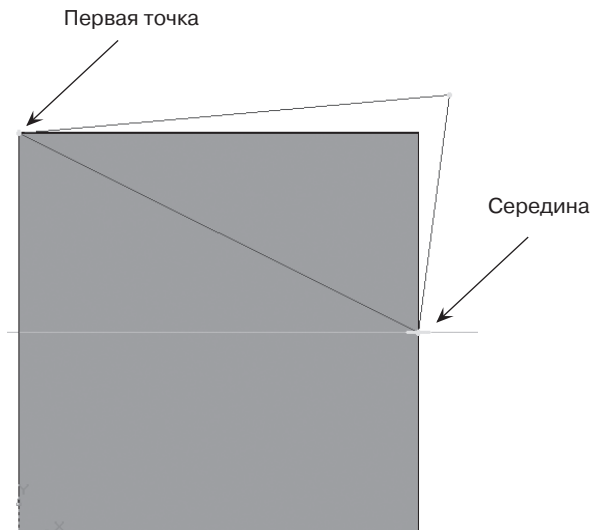

Рис. 400
- с помощью прямой, глобальной привязки Середина и непрерывного ввода объекта постройте эскиз (рис. 400). Непрерывным вводом объекта соедините первую точку и середину, достройте треугольник (построенный треугольник должен быть больше отсекаемой части). Второй треугольник сразу строить нельзя, в точке Середина будет пересечение контура;